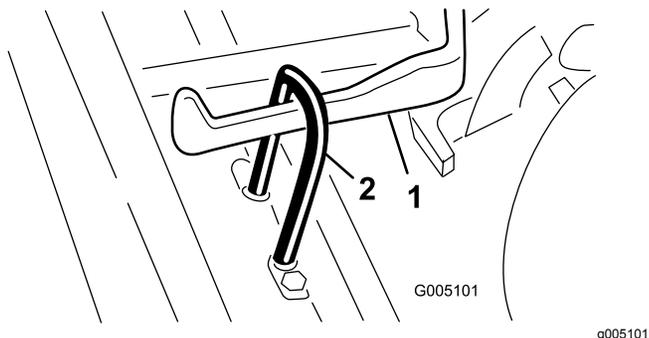

Figura 7
2. Coloque la unidad de corte debajo del bastidor de tiro mientras coloca el enganche de elevación en el brazo de elevación (Figura 7).